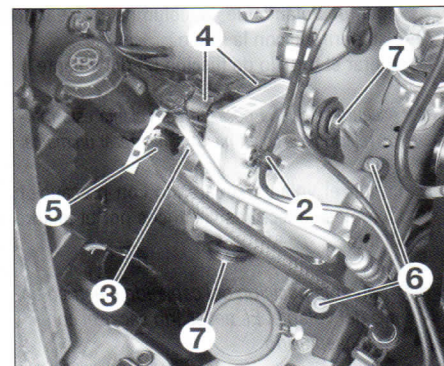

FIG. 12
- desengrapar las tuberías del circuito de refrigeración (2) de la electrobomba y separarlas (**fig. 12**).
- desmontar el tornillo de sujeción (3) de la tubería de alta presión en la electrobomba.
- sacar los conectores (4) y la tubería de sobrante (5) de la electrobomba.
- desmontar los tornillos de fijación (6) de la electrobomba y separarla.
- Desmontar los tornillos (7) para separar la electrobomba de su soporte.
- Desmontar el tornillo de sujeción de la tubería de alta presión (3) de la electrobomba y separar la tubería (**fig. 12**).